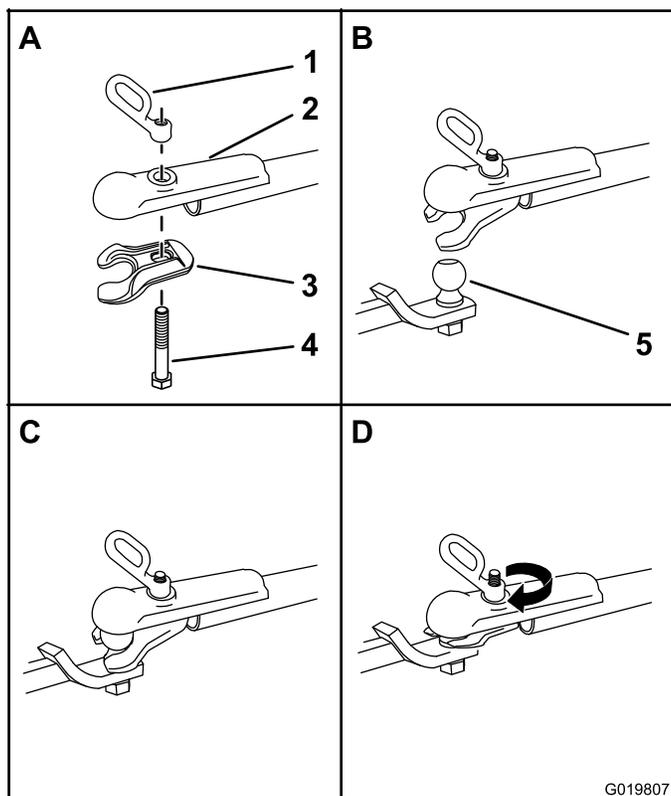

Figura 23
- Aplique sellador de roscas no permanente a las roscas del perno del acoplamiento para evitar que la manivela del acoplamiento se afloje (Figura 23).
- Introduzca el perno hacia arriba por la mordaza del acoplamiento y el segmento superior, y conecte la manivela del acoplamiento al perno (Figura 23).
- Gire la manivela del acoplamiento en sentido horario para enroscarla en el perno hasta que quede firme (Figura 23).